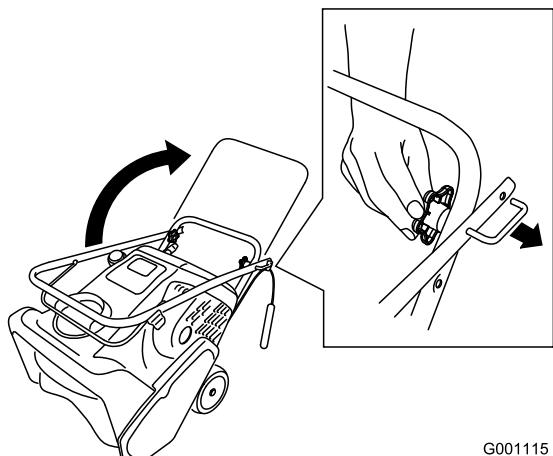

Figure 3
- Desserrez les boutons, retirez les boulons et faites pivoter la partie supérieure du guidon à la position d'utilisation (Figure 3).